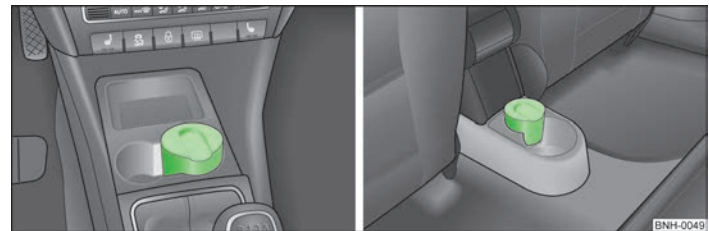

Abb. 45 Mittelkonsole: Aschenbecher vorn / hinten
- Den Aschenbecher » Abb. 45 nach oben herausnehmen.